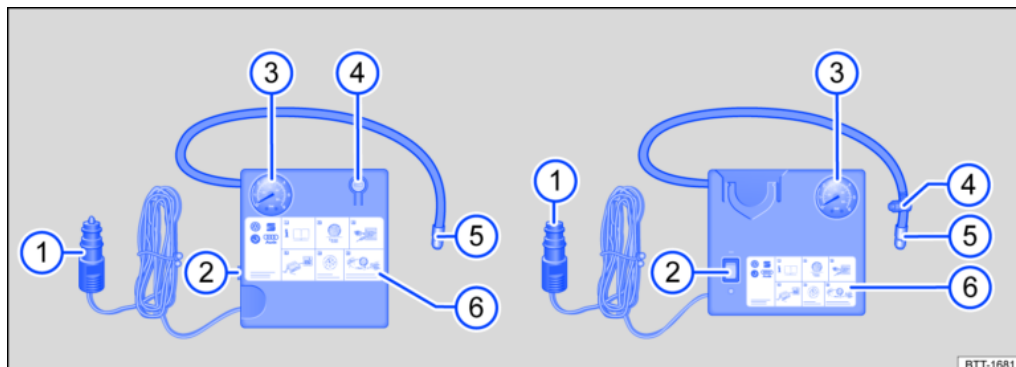

Abb. 2 Prinzipdarstellung: Kompressor des Pannensets.
Der Kompressor des Pannensets besteht aus folgenden Bestandteilen → *Abb. 2* :
- Reifenfüllschlauch → *Abb. 2* (5) des Luftkompressors fest auf das Reifenventil schrauben.
- Prüfen, ob die Luftablassschraube → *Abb. 2* (4) zuge dreht ist.
- 12-Volt-Kabelstecker → *Abb. 2* (1) in eine 12-Volt-Steckdose im Fahrzeug stecken (→ *Steckdosen, Bedienen*).
- Luftkompressor mit dem EIN- und AUS-Schalter → *Abb. 2* (2) einschalten.